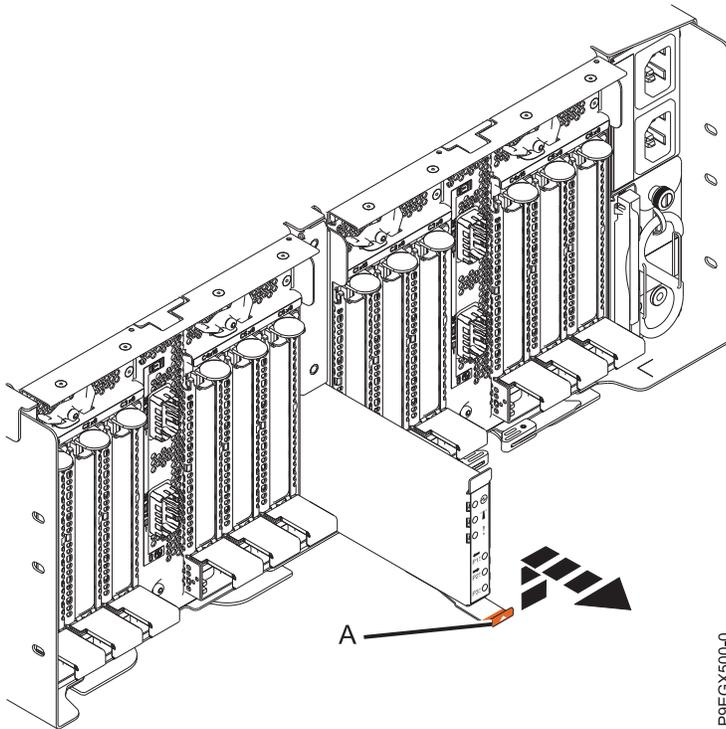

Abbildung 3. Kabelkanal für Kontrollleuchten ausbauen - Einschub für EMX0-PCIe3-Erweiterungen
3. Ziehen Sie den Kabelkanal für Kontrollleuchten aus dem Chassis (siehe Abb. 3 auf Seite 4).